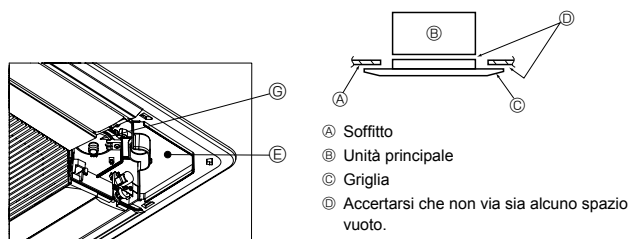

Fig. 5-7
5.4.3. Fissaggio della griglia (Fig. 5-7)